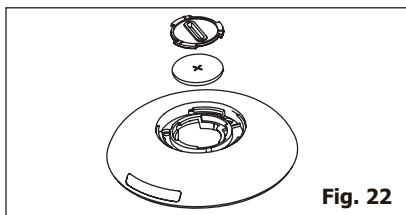

Fig. 22
- 3.** Gør det samme for at åbne beskyttelsesdækslet indvendigt, og tag batteriet ud. (Fig.22)